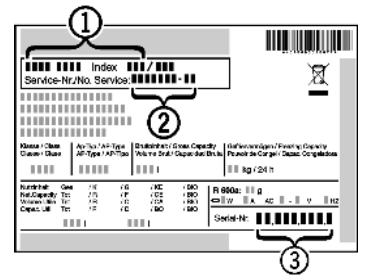

Fig. 21
- ▶ Gerätebezeichnung *Fig. 21 (1)*, Service-Nr. *Fig. 21 (2)* und Serial-Nr. *Fig. 21 (3)* vom Typenschild ablesen. Das Typenschild befindet sich an der linken Geräteinnenseite.
- ▶ Den Kundendienst benachrichtigen und den Fehler, Gerätebezeichnung *Fig. 21 (1)*, Service-Nr. *Fig. 21 (2)* und Serial-Nr. *Fig. 21 (3)* mitteilen.